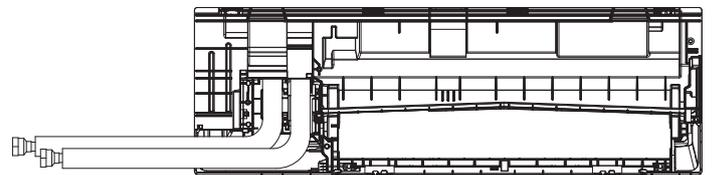

Fig. 3-15
- (8) Fixer le matériau d'isolation (D) aux parties coupées des cache-tuyaux pour les isoler. (Fig. 3-15, 3-16)
- (9) Fixer le couvercle de boîtier (A).